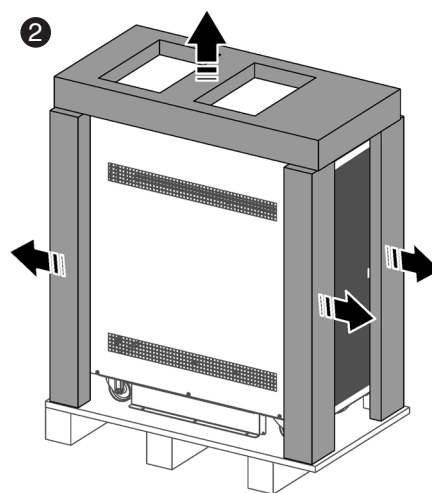

Fig. 23. Extracción de las cantoneras y funda de plástico.
- ➋ Retirar las cantoneras y la funda de plástico (Fig. 23).